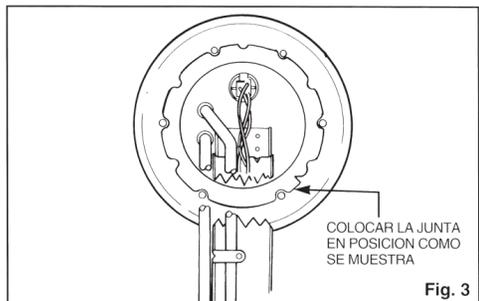

Fig. 3
B) Antes de quitar el adhesivo protector que cubre la nueva junta del tanque de combustible, determine la posición correcta para instalar la junta (ver Fig. 3) y márquela. Quite el adhesivo protector y manteniendo cuidadosamente la alineación correcta, instale la nueva junta del tanque de combustible en el soporte de la bomba.